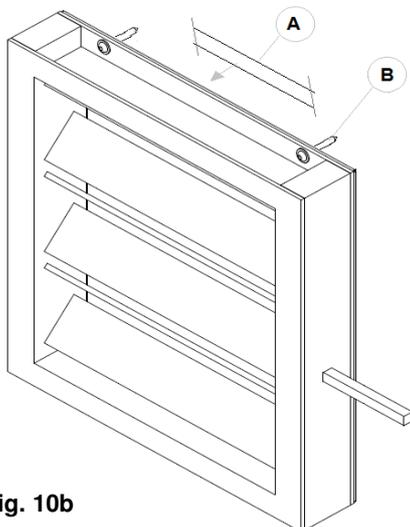

Fig. 10b
- Cada compuerta está dotada de pre-perforaciones en el marco de acoplamiento y de kit compuesto de guarnición adhesiva perimetral (A) y tornillos autoperforantes (B), como se indica en **fig. 10b**.